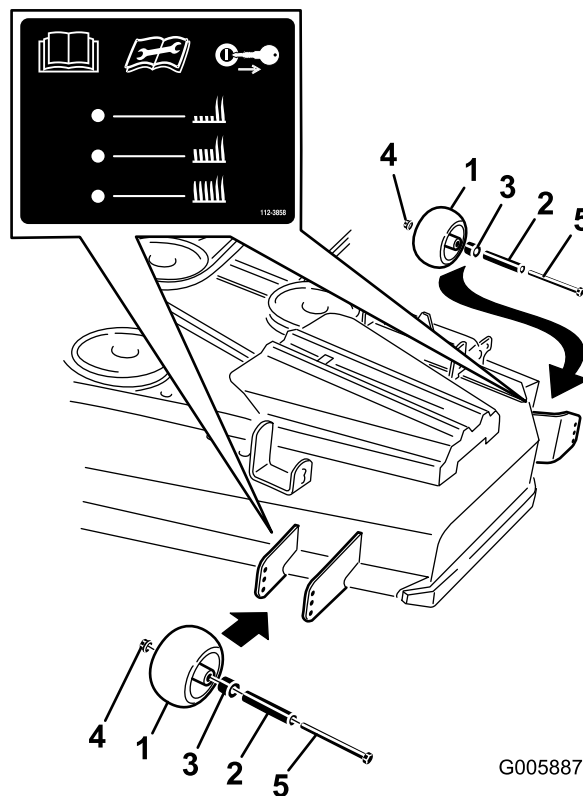
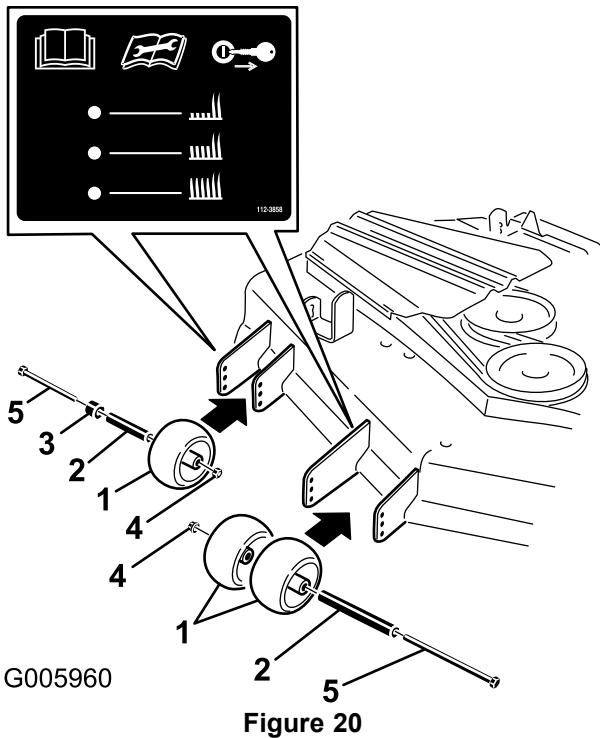

Figure 19
Figure 20
3. Après avoir réglé la hauteur de coupe, réglez les galets en retirant l'écrou à embase, la bague, l'entretoise et le boulon (Figure 19 ou Figure 20).
**Remarque:** Les deux galets centraux n'ont pas d'entretoise (Figure 19 ou Figure 20).
5. Posez l'écrou à embase, la bague, l'entretoise et le boulon. Serrez à un couple de 54 à 61 Nm (Figure 19 ou Figure 20).